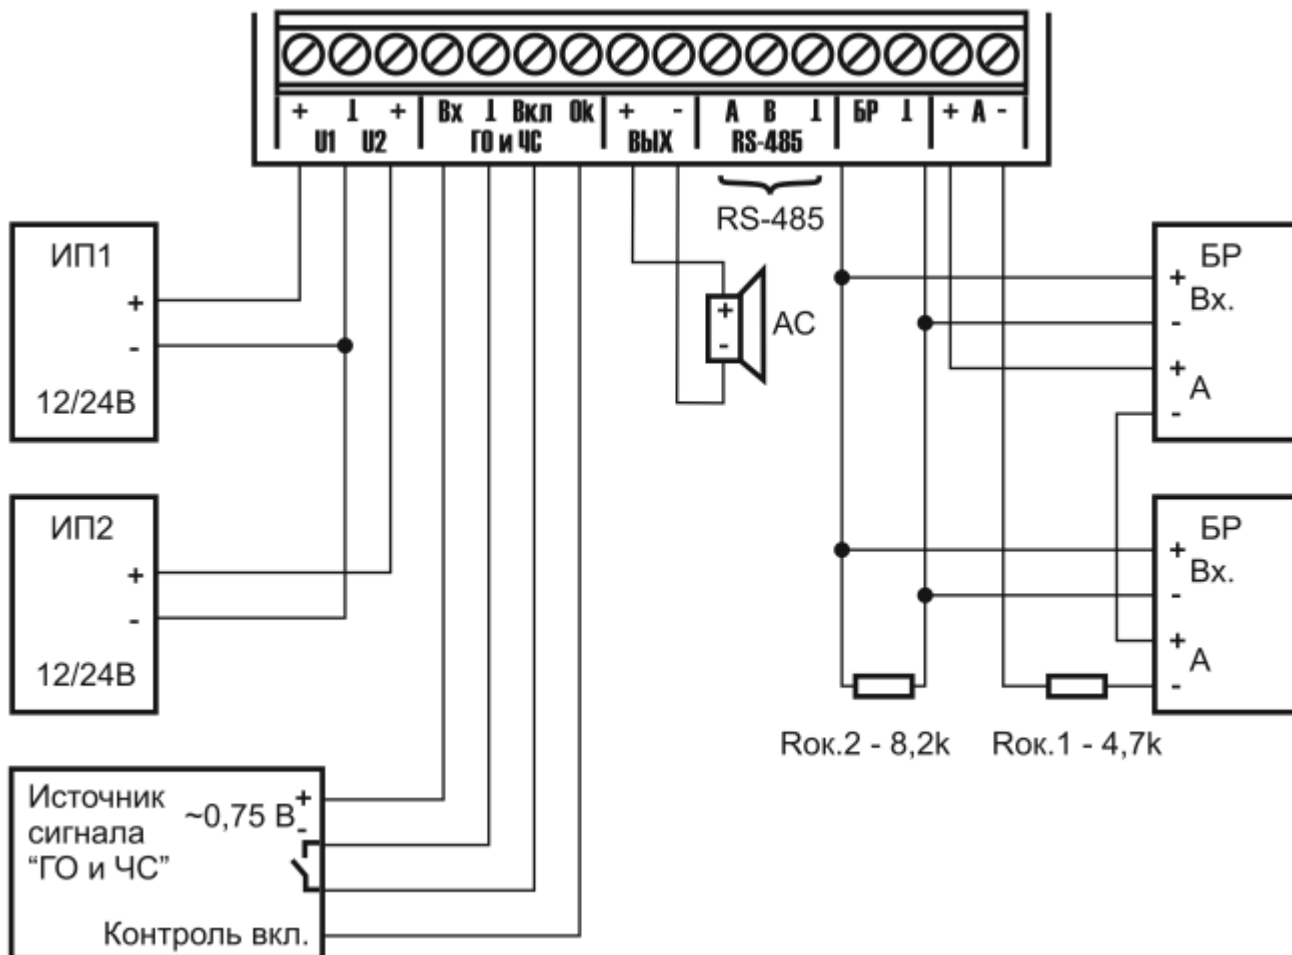

Рис. 4 Схема подключения
** под неисправностью понимается неисправность любого из блоков расширения, подключенных к цепи контроля (см. Рис. 4) или обрыв непосредственно самой цепи контроля блоков расширения.*
В случае использования блоков расширения подключить выход «БР» к входам «Вх.» данных блоков. В конце линии установить оконечный резистор 8,2 Ком. Далее соединить все входы «+ А -» блоков расширения последовательно через оконечный резистор 4,7 КОм и подключить их к выходу контроля блоков расширения, как показано на Рис. 4.